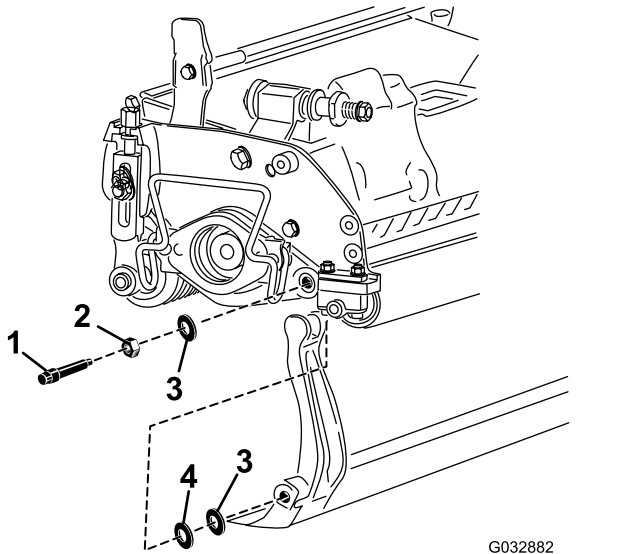

Bild 15
Bewahren Sie die zwei Nylonscheiben und die Stahlscheibe an jedem Ende des Untermesserträgers auf (Bild 15).
- Legen Sie eine Nylonscheibe auf jede Seite des Seitenplattenansatzes. Legen Sie eine Stahlscheibe außen auf jede Nylonscheibe (Bild 15).